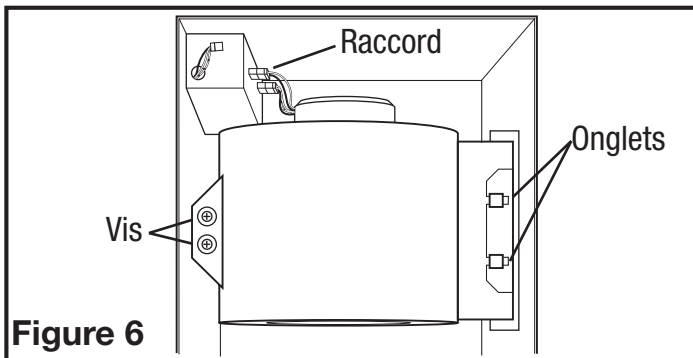
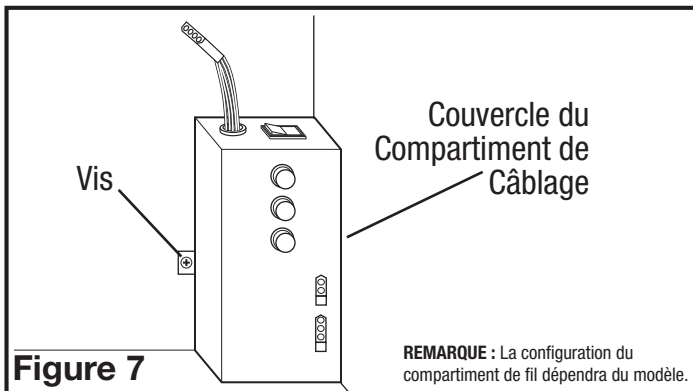

Figure 6
Figure 7
- 1b. Compartiment de Câblage Intérieur: Enlever les trois vis retenant en place l'assemblage de la soufflante et soulever pour sortir l'assemblage hors du châssis (Figure 6). Enlever la vis (ou les vis) et le couvercle du compartiment à câblage et mettre ce couvercle dans un endroit fiable (Figure 7).